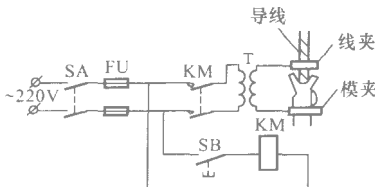

图 1-5 瓶模焊接设备及控制示意图
(2) 焊接设备及控制。如图 1-5 所示，主要设备由控制开关 SA、熔断器 FU、接触器 KM、焊接变压器 T、脚踏开关 SB、线夹、模夹等组成。焊接变压器的容量不小于 2.5kVA，一次侧 220V、二次侧 4~10V，可通过改变二次绕组匝数而改变输出电
- 2) 设备除焊钳外，其他参见图 1-5 所示。